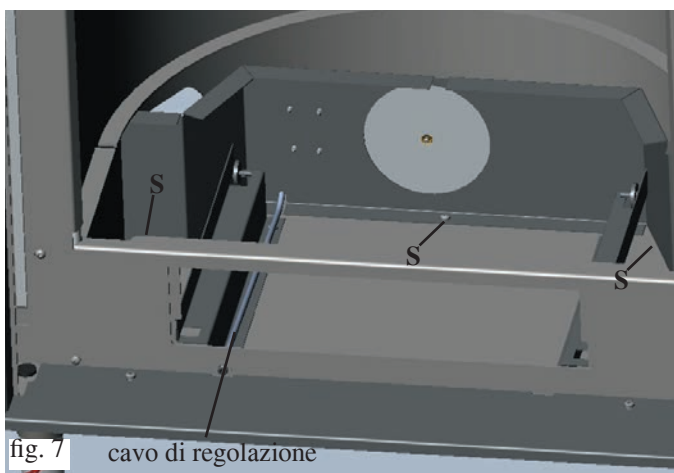

fig. 7
- Fissare la piastra con le tre viti in dotazione (S) sul fondo del focolare (fig. 7 - pag. 11).